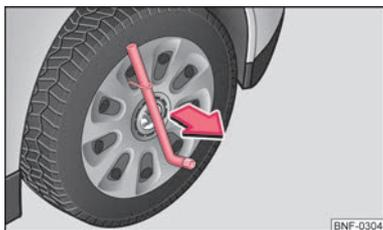

Abb. 102 Radvollblende abbauen
- Schieben Sie den Radschlüssel (oder Ähnliches) durch den Drahtbügel und ziehen Sie die Radvollblende in Pfeilrichtung ab ⇒ Abb. 102.